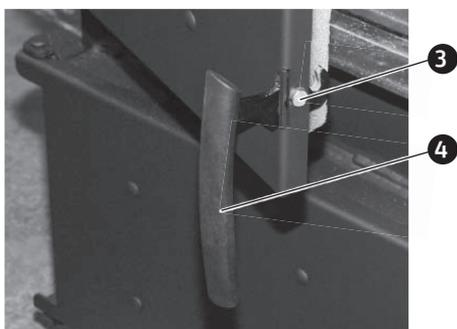

Fig. 22 Monter la poignée avec la vis à téton
- ▶ Montez la poignée de porte dans la bonne position d'utilisation – Fig. 22.